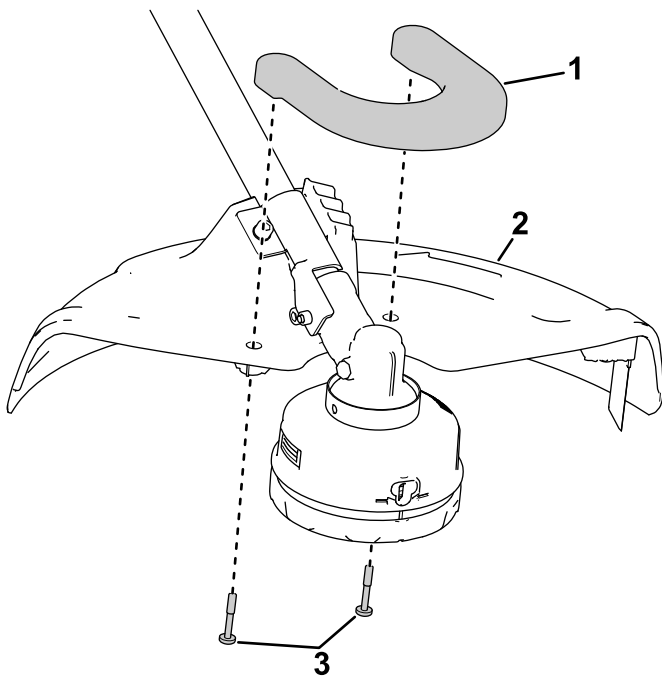

Figura 5
3. Montai apărătoarea față pe apărătoarea spate folosind 2 uruburi cu cap bombat (Figura 5).